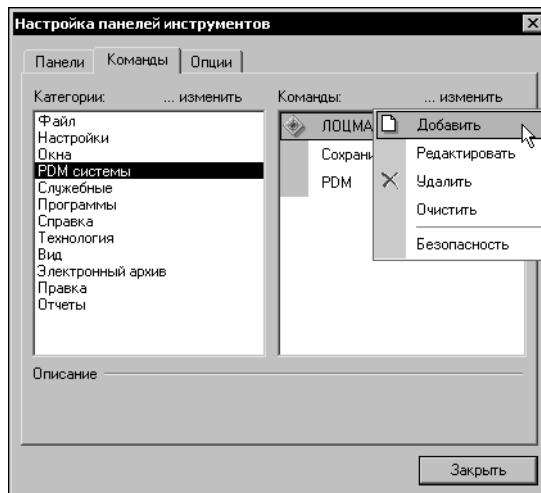

Рис. 19.8. Настройка команд
Для работы с командами используйте команды кнопки **...изменить** (рис. 19.8) или контекстного меню.
1. Выполните команду **Добавить** кнопки **...изменить** (рис. 19.8).